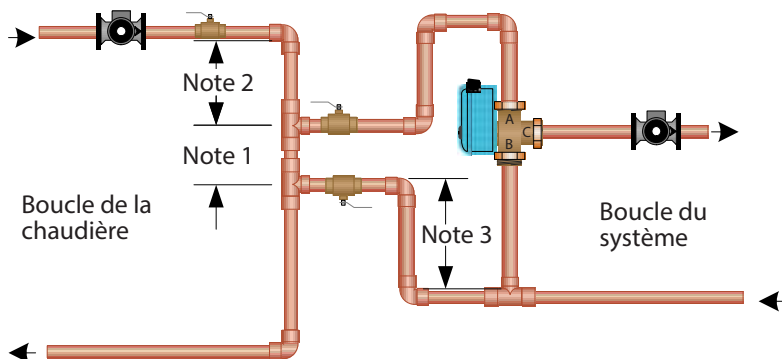

Figure 1 : Exigences de tuyauterie pour la vanne thermostatique à trois voies
1. Utilisez une tuyauterie de type principal/secondaire afin d'isoler la boucle de la chaudière de la boucle d'injection ou la boucle du système. L'espacement des tés de la boucle de la chaudière ne doit pas dépasser 4 diamètres de tuyau (voir **Note 1** sur la **Figure 1**).
2. L'espace de chaque côté des tés doit être d'au moins 6 diamètres de tuyau droit (voir **Note 2** sur la **Figure 1**) afin d'empêcher le mouvement de l'eau dans la boucle de la chaudière de repousser le débit de la boucle d'injection.
3. Prévoyez une descente d'au moins 1 pi dans la tuyauterie de retour de la boucle d'injection afin de créer un piège thermique et d'empêcher les transferts de chaleur accidentels (voir **Note 3** sur la **Figure 1**).